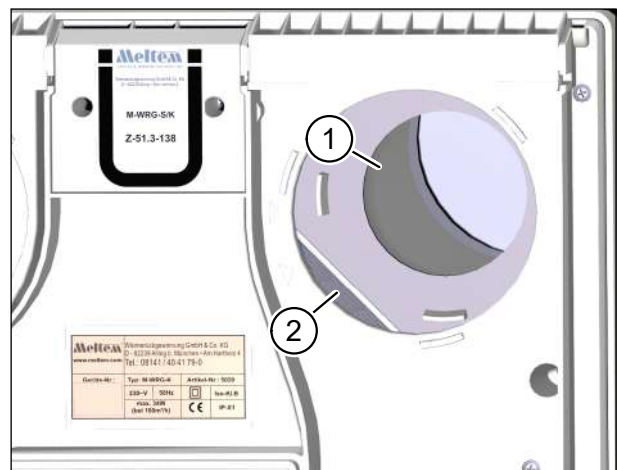

Abb. 6: Außenluftrohr auf Verunreinigungen prüfen und bei Bedarf reinigen
- ▶ Überprüfen Sie das Außenluftrohr (Pos. 1 in Abb. 6) auf Verunreinigungen.
- ▶ Decken Sie den Wärmeübertrager (Pos. 2 in Abb. 6) mit einem fusselfreien Tuch ab. So verhindern Sie, dass Schmutz in den Wärmeübertrager eindringt.